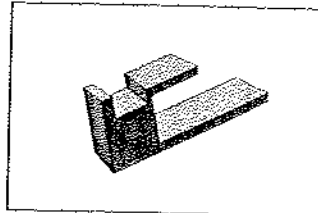

fig.4
- Accessorio per limite del campo di regolazione o blocco della temperatura impostata = cod. 000071 (fig.4)
- Special fitting for temperature range restrictions or for the temperature lock at a pre-set value. = cod. 000071 (fig.4)